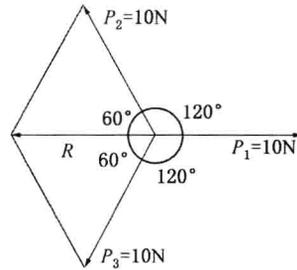

图 1A411020 - 11
15. 如图 1A411020 - 12 所示, 物体重 $W = 60\text{kN}$, 通过两条绳索 AC 和 BC 吊着, 则 AC、BC 绳索的拉力分别为() kN。